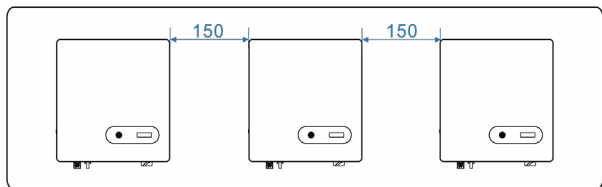
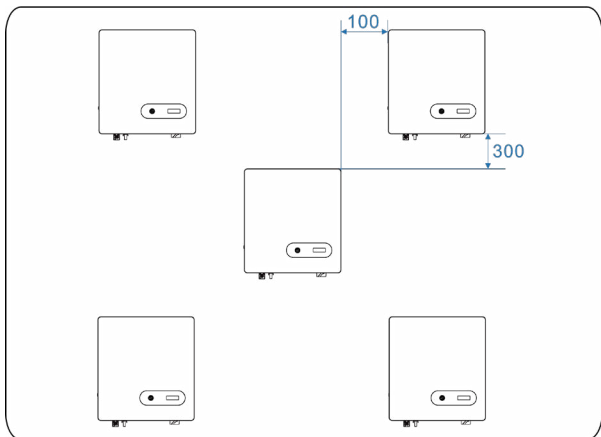
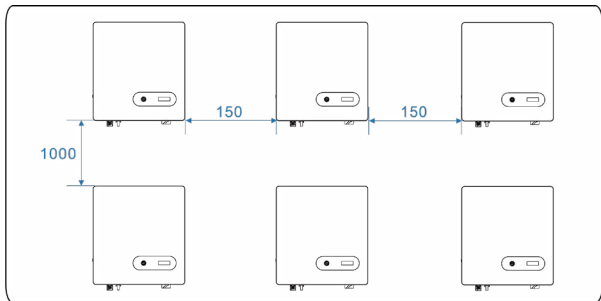

Figura 4.5 Instalare pe aceeași linie (mm)
Figura 4.6 Instalare în modul triunghiular(mm)
Figura 4.7 Instalare în modul stivuit(mm)
c. La instalarea invertoarelor multiple, instalați-le pe aceeași linie, dacă există suficient spațiu la dispoziție ca în **Figura 4.5**). În caz contrar, instalați-le sub forma unui triunghi echilateral ca în **Figura 4.6**) sau unul sub celălalt cum arată **Figura 4.7**).